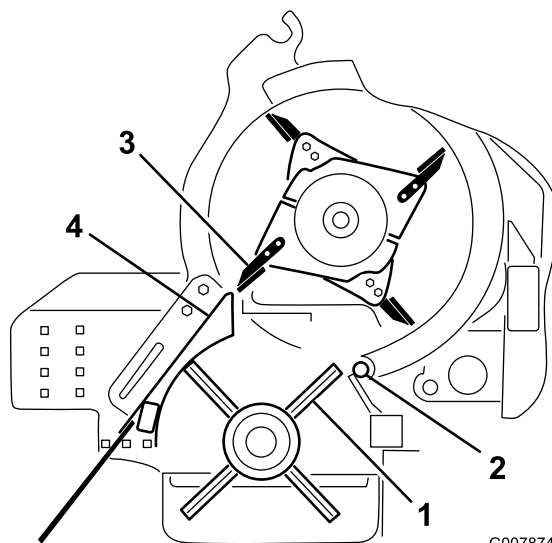

Рисунок 61
- Поворачивайте шкив щетки, пока ряд опор щетки не совместится с поворотным угольником (Рисунок 61).
5. Поворачивайте корпус, пока зубец ножа не совместится с наружной стороной корпуса щетки (Рисунок 61).